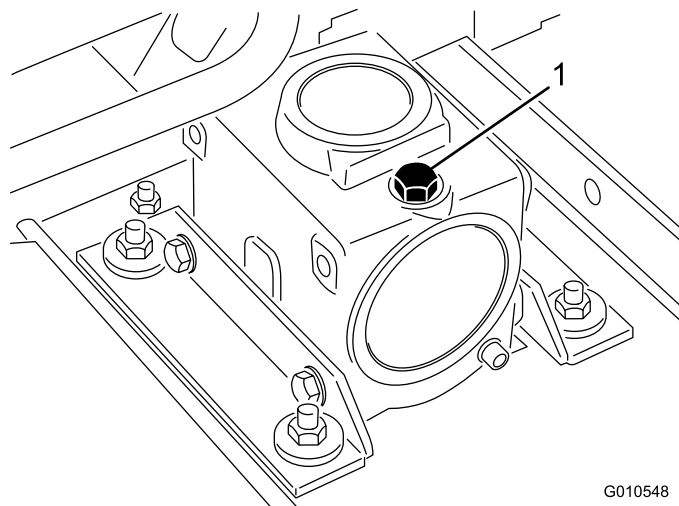

Figura 6
2. Togliete il tappo di riempimento/asta di livello da sopra gli ingranaggi (Figura 6) e verificate che il lubrificante si trovi tra i segni riportati sull'asta. Se il lubrificante è insufficiente, rabboccatelo fino a raggiungere il livello compreso tra i segni.